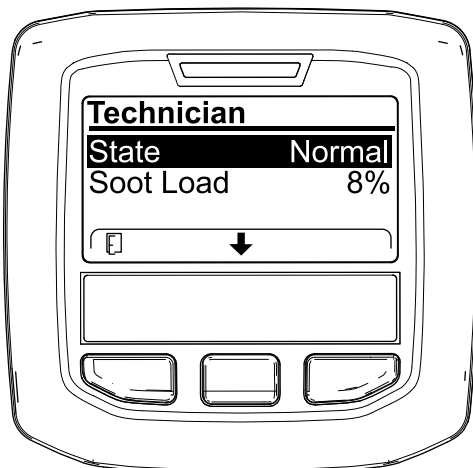

Figura 44
- Servitevi della tabella dell'operatività FAP per comprendere lo stato corrente dell'operatività del FAP (DPF) (Figura 44).